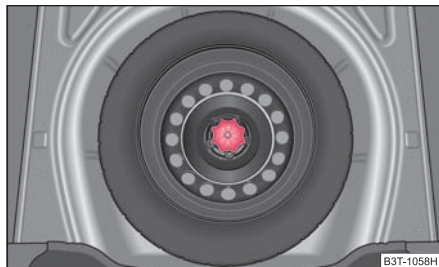

Fig. 216 Maletero: Rueda de repuesto
La rueda de repuesto se encuentra alojada en una cavidad debajo del revestimiento del piso del maletero y está fijada con un tornillo especial ⇒ fig. 216.
- Guarde la rueda sustituida en la cavidad de la rueda de repuesto y fijela por medio de un tornillo especial ⇒ página 251, fig. 216.